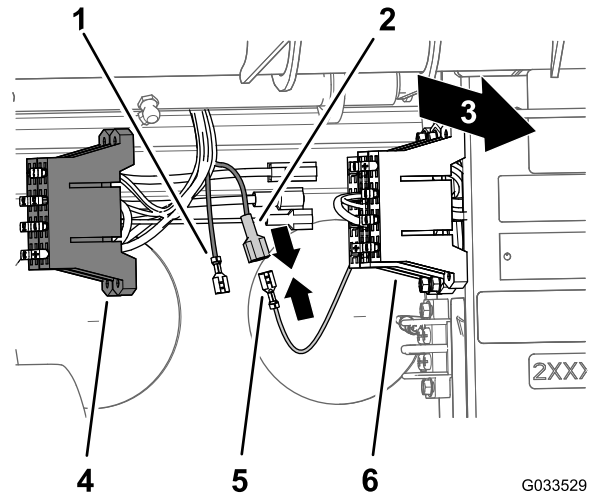

Рисунок 25
2. Найдите неизолированную гнездовую клемму на конце открытого желтого провода питания блока предохранителей машины и изолированную клемму с плоским штырем на конце желтого провода дополнительного питания, относящегося к блоку предохранителей проводки опрыскивателя (Рисунок 25).
3. Подсоедините неизолированную гнездовую клемму блока предохранителей автомобиля к изолированной клемме с плоским штырем блока предохранителей опрыскивателя (Рисунок 25).